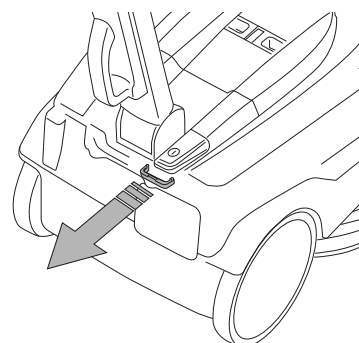

Fig.2C
- Fjern afbryderens holdemekanisme (fig.2C).